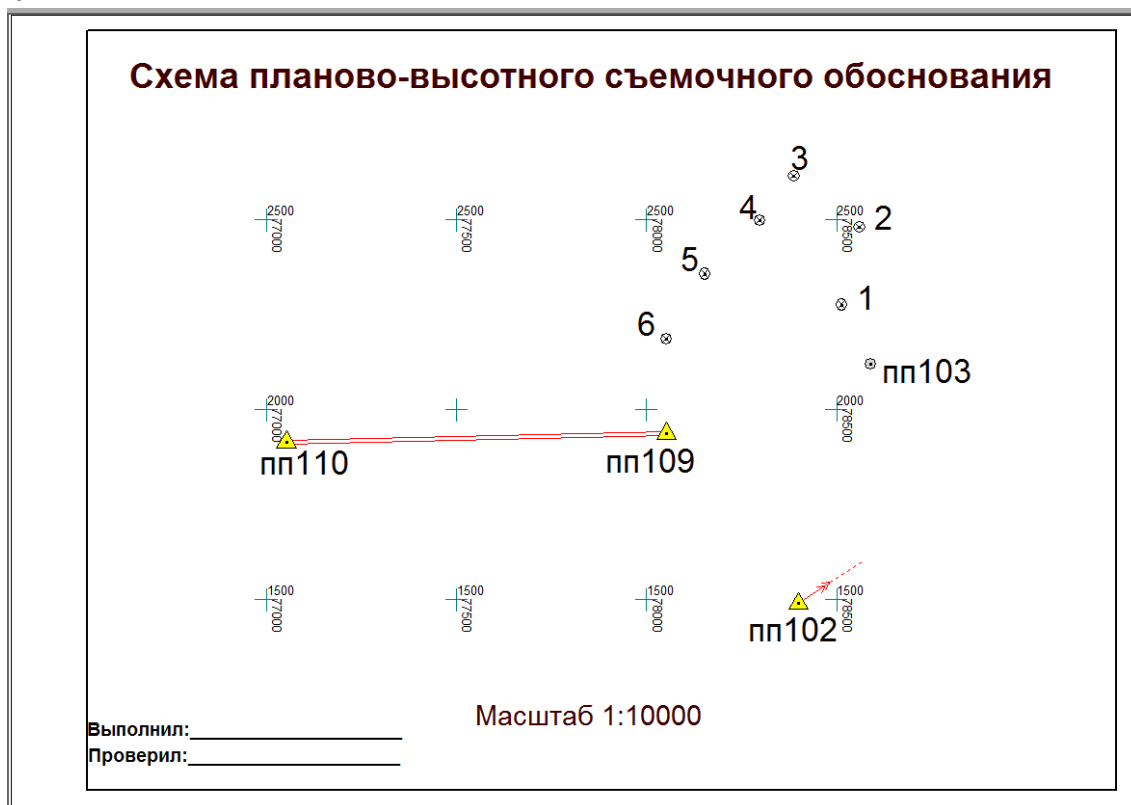

Рис.7
7. Подготовить по приведенному изображению (Рис.7) к печати схему планово-высотного обоснования.